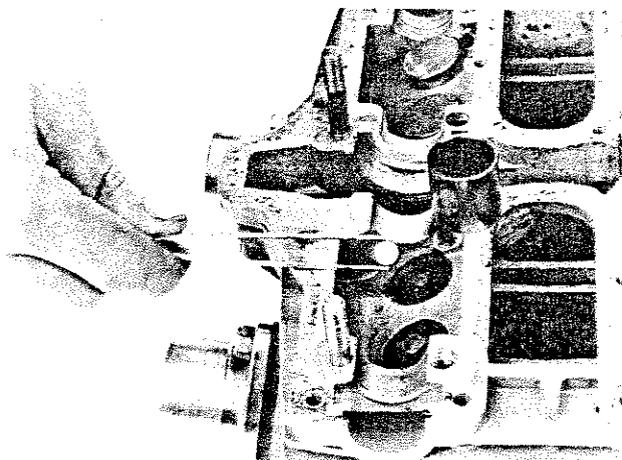

Fig. 41
- 10) Togliere con una calamita o con delle pinze a becchi i bicchierini e gli scodellini calibrati posti sopra le valvole. Sia i bicchierini che gli scodellini non vanno assolutamente confusi l'uno con l'altro (Fig. 41).